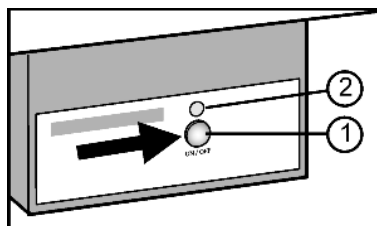

Fig. 11
- ▶ Нажмите и удерживайте кнопку On/Off Fig. 11 (1) так, чтобы светодиод Fig. 11 (2) загорелся.